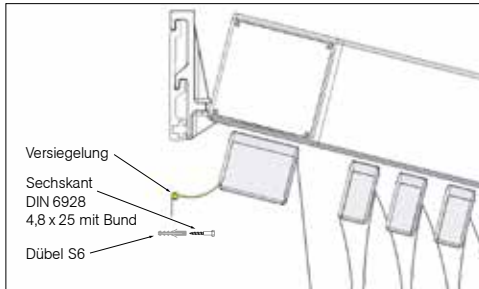

Abb. 37
- » Wandanschlussprofil mit geeignetem Befestigungsmaterial befestigen (Abb. 37–38)
- » Das Wandprofil zusätzlich mit Silikon versiegeln (Abb. 37)